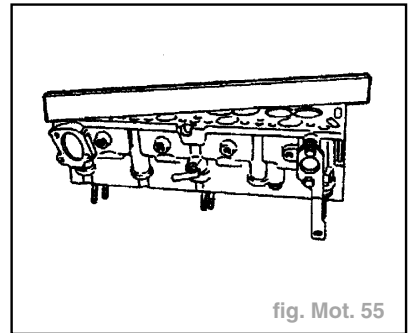

fig. Mot. 55
- Présenter une règle rectifiée suivant (fig. Mot. 55) :